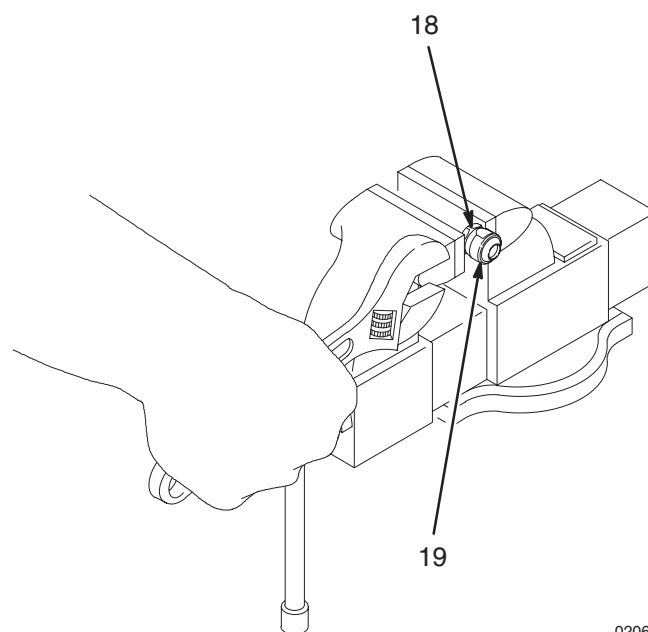

Fig. 7
14. Para desarmar la válvula de retención de admisión (DD), coloque la tuerca (18) en un torno de banco y desenrosque el cuerpo de la válvula de admisión (19), utilizando una llave de 28 mm. Vea la Fig. 7. Retire los sellos (42, 20) de la tuerca y del cuerpo de la válvula; reemplácelos siempre por sellos nuevos. Inspeccione las superficies de acoplamiento del cuerpo de la válvula de admisión (19) y del asiento (22) en busca de signos de desgaste, rayaduras u otros daños.